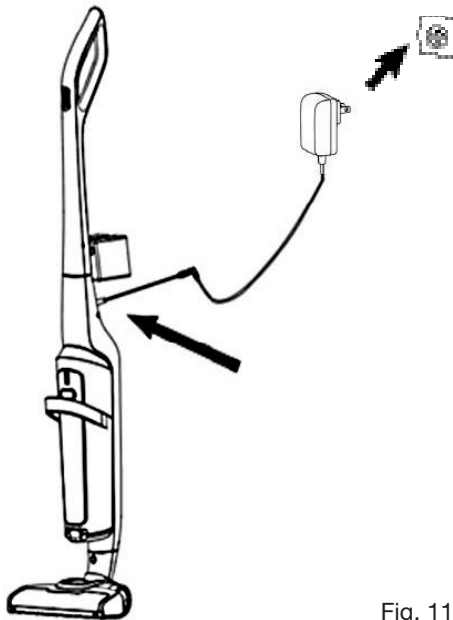

Fig. 11
2. Branchez ensuite l'autre extrémité de l'adaptateur secteur sur une prise murale (Fig. 11).